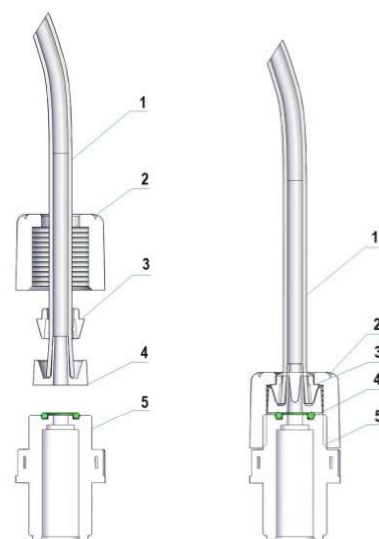

Fig. 4 – Подсоединение шлангов забор/сброса реагента
1. Отсоединить вилку кабеля электропитания от сетевой розетки 220V или отключить питание двухполюсным выключателем с минимальным расстоянием между контактами 3 мм (Рис. 4)
1. Отсоединить пины от сетевой розетки или отключить питание двухполюсным выключателем с минимальным расстоянием между контактами 3 мм (Рис. 4)